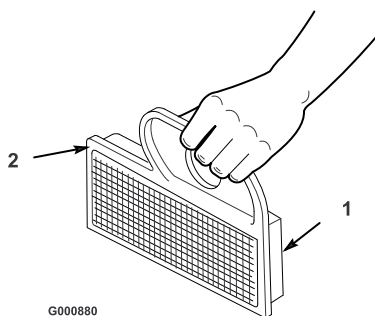

Figura 33
- Bata levemente com o elemento numa superfície plana para remover a poeira e sujidade (Figura 33).